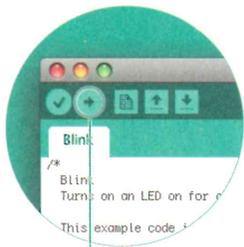

Fig. 1
- 5 Per caricare lo sketch Blink in Arduino, premi il pulsante **UPLOAD** nell'angolo in alto a sinistra della finestra. Vedi la Fig. 1.
Per immaginare il circuito elettrico puoi pensare alla caduta di una roccia da una rupe come mostrato nella Fig. 1. Più alta è la rupe, più energia avranno le rocce quando colpiranno il fondo. L'altezza della rupe è come la tensione in un circuito: maggiore è la tensione della fonte di energia, più energia dovrai usare. Più rocce hai, più energia sarà trasportata giù dalla rupe. Il numero di rocce è come la corrente in un circuito elettrico. Le rocce attraversano cespugli lungo la discesa, perdendo energia; l'energia si esaurisce scontrandosi contro i cespugli. I cespugli sono come le resistenze in un circuito: si oppongono al flusso elettrico convertendolo in altre forme di energia.
La caduta di una roccia come metafora del flusso di corrente Fig. 1